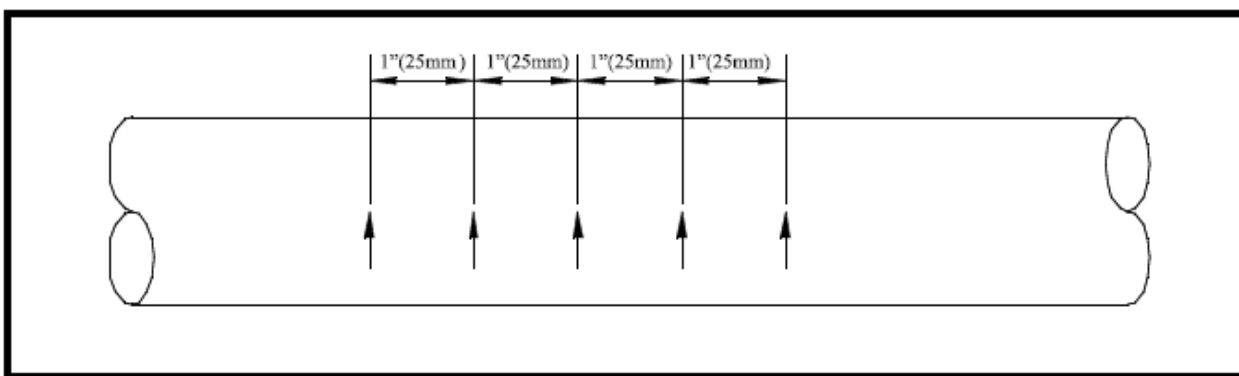

Рис. 3-4: Измерение толщины стенки вдоль оси трубы
- Удалите ржавчину или рыхлую краску, а затем проведите измерение толщины стенки трубы в пяти точках вдоль оси трубы с интервалом 25 мм, используя ультразвуковой толщиномер, как показано на рис. 3-4, который приведен ниже. Проведите измерение в каждой точке три раза и запишите средние значения. Если максимальная вариация в пяти точках превышает 0,25 мм, то ищите другое место расположения ультразвуковых преобразователей.